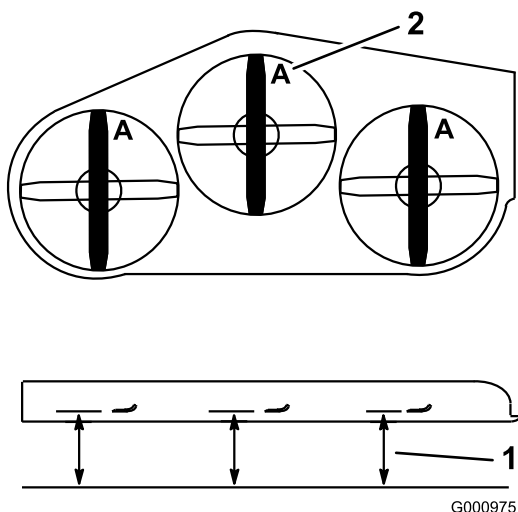

Figura 99
3. Gire las cuchillas hasta que los extremos estén orientados hacia adelante y hacia atrás (Figura 99). Mida desde una superficie nivelada hasta el filo de corte, posición A, de las cuchillas (Figura 99). Anote esta dimensión.